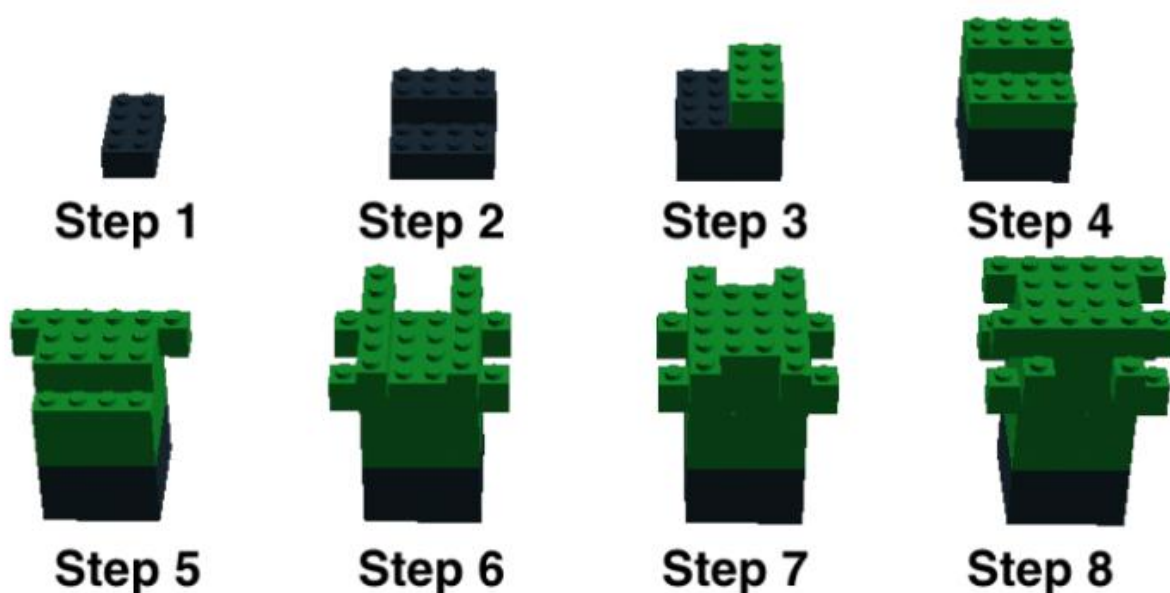

Рис. 16. Сборка дерева
6.1 В состязании используются 9 деревьев: (Рис. 16)